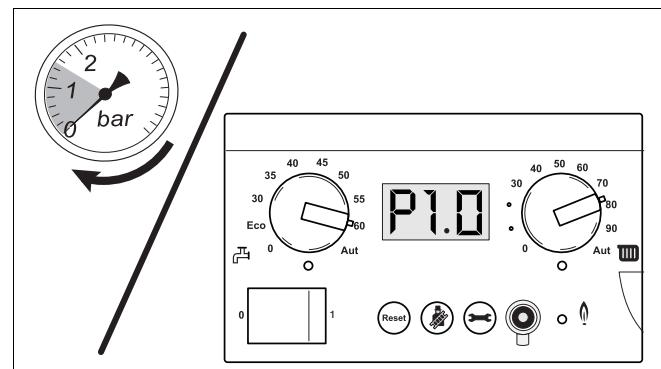

Fig. 59 Leggere l'indicazione della pressione
- Leggere la pressione sul manometro analogico sul gruppo di collegamento o sul pannello di comando del BC10 (fig. 59).
- Leggere nuovamente la pressione dell'impianto sul manometro analogico o sul display del BC10 (fig. 59). Se la pressione scende sotto 1,0 bar, il sopra citato procedimento di riempimento e sfiato deve essere ripetuto tante volte, finché non si raggiunge la pressione desiderata e l'impianto di riscaldamento non è esente da aria.